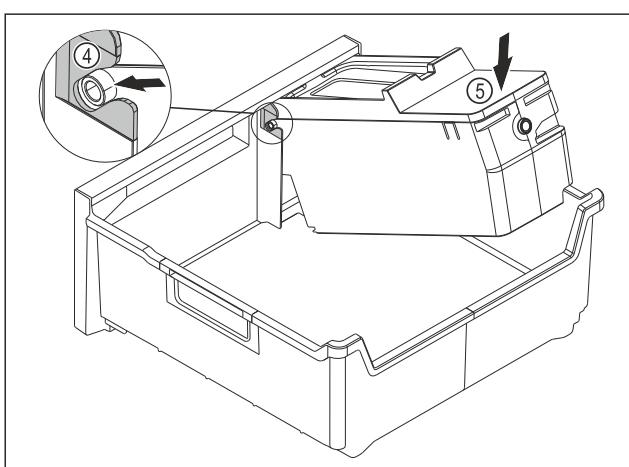

Fig. 86
- Izvadite tijelo sustava EasyTwist-Ice: Umetnите osovine tijela sustava EasyTwist-Ice u vodilice Fig. 86 (4).
- Pritisnite tijelo sustava EasyTwist-Ice Fig. 86 (5) otraga prema dolje.